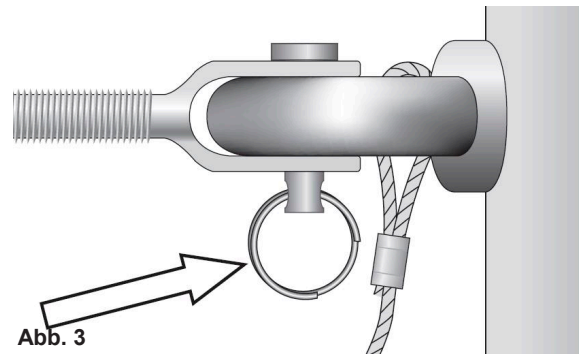

Abb. 3
- Sicherungssplint leicht aufbiegen und in die vorgesehene Öffnung am Bolzen einschieben, bis er einrastet (Abb. 3)